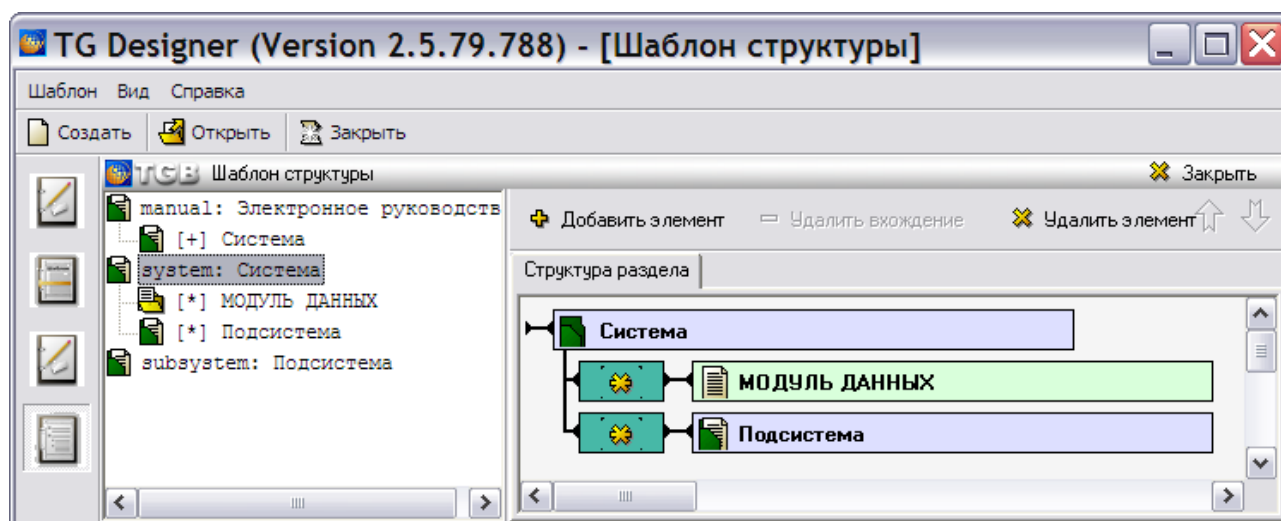

Рис. 4.14
10. В окне **Свойства элемента** нажмите на кнопку  (Рис. 4.13). После этого произойдёт возврат в окно редактора **Шаблон структуры** (Рис. 4.14).
В левом окне, в дереве структуры отображается ветвление до второго подуровня, то есть, дерево разбито на блоки по два уровня. Структура, показанная на Рис. 4.14, представляет собой следующее:
В правом окне редактора показана структура текущего раздела – элемента **Система** (Рис. 4.14). Раздел становится текущим после его выделения в левом окне.